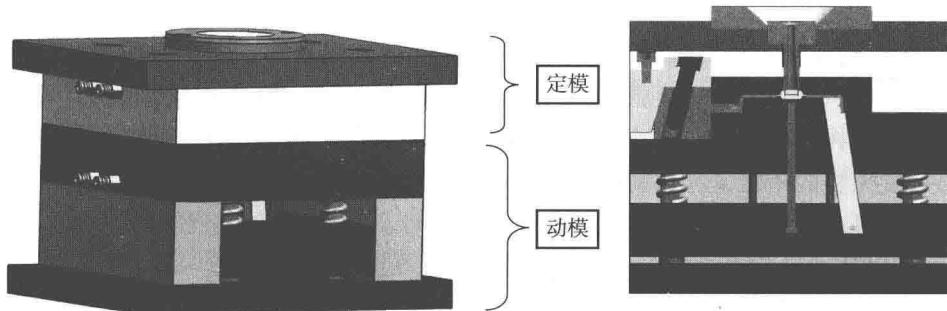

图 1-6 注塑模具视图
- (1) 成型部件，主要是型腔部分，包括定模仁、动模仁。
- (2) 浇注系统，包含主流道、分流道、浇口等。
- (3) 模具的标准模架（也称模胚），以便装夹在注塑机上。
- (4) 顶出机构，以便顶出产品。
- (5) 温度调节系统，以便使模具能够不间断且长久地连续生产。
- (6) 抽芯机构，对较复杂的模具，要配备抽芯系统。
- 六大部分都是塑料模具的基本系统，图 1-6 所示为一个典型的塑料注射模具结构。在此单元中我们将从结构上简单认识图 1-6 所示的注塑模具。